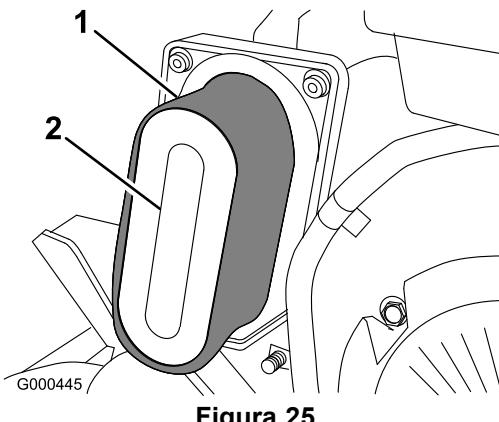

Figura 25
- Si el elemento de gomaespuma está sucio, sepárelo del filtro de papel (Figura 25). Límpielo a fondo.